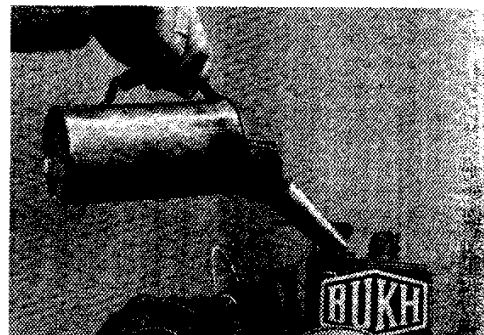
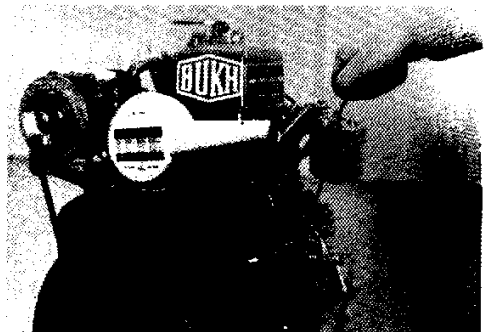

Fig. 5
Fig. 6
1. Vul de motor met olie via de vulopening bovenop het klepdeksel (fig. 5). Controleer of het oliepeil gelijk ligt met de bovenste merkstreep op de peilstok, welke zich aan de BB's kant van de motor bevindt (fig. 6). Controleer het oliepeil als volgt: